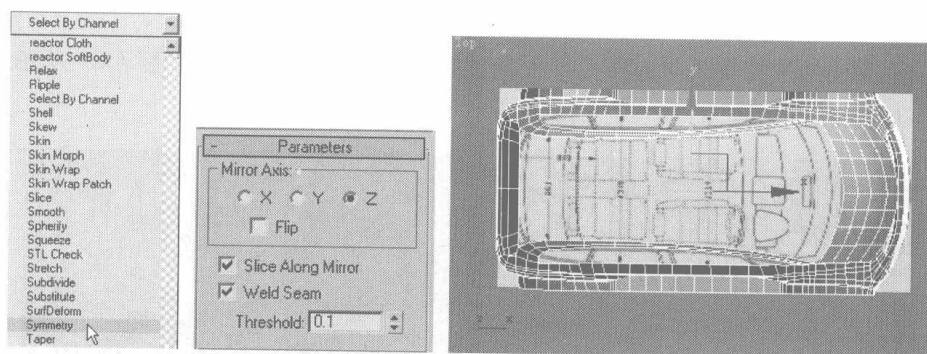

图 7.88
- 44 在  修改面板中，单击命令类型右边的小三角按钮，在弹出的快捷菜单中选择 **Symmetry** 命令，在卷展栏中设置对称参数，选择以 Z 轴进行对称复制，如图 7.88 所示。